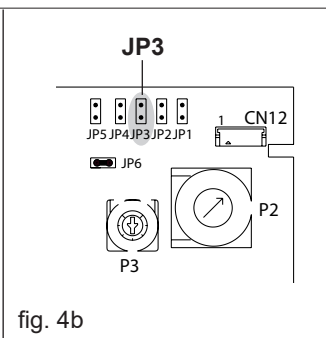

fig. 4b
- rimuovere il coperchio camera di combustione (D) e la staffa con candela montata (D1)
- rimuovere il tubo di collegamento valvola gas-bruciatore (E) svitando i due dadi con le relative guarnizioni (E1)
- rimuovere il collettore GPL ed estrarre il tegolo interno (M) che dovrà essere successivamente montato sul collettore MTN
- rimuovere i deflettori anteriore (I) e posteriore (F) del bruciatore svitando le viti di fissaggio (H) sulla staffa destra ed eliminarli
- prendere il collettore MTN contenuto nel kit, posizionarvi al suo interno il tegolo (M) (precedentemente rimosso) come illustrato in figura e fissare il tutto al bruciatore utilizzando le viti precedentemente rimosse
- rimuovere la copertura morsetti agendo sui ganci di fissaggio per accedere al ponticello JP3 sulla scheda di controllo (fig. 4b):